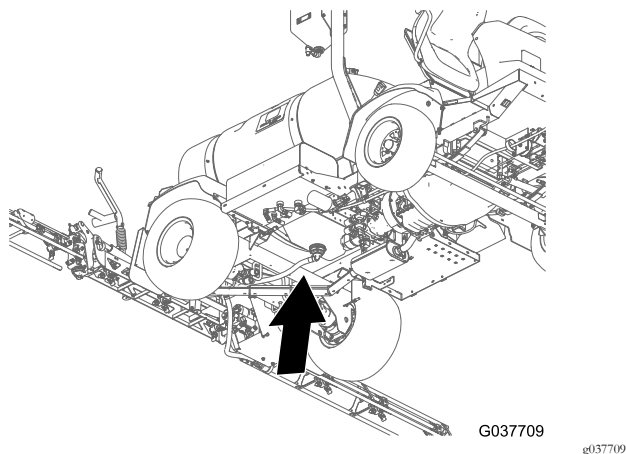
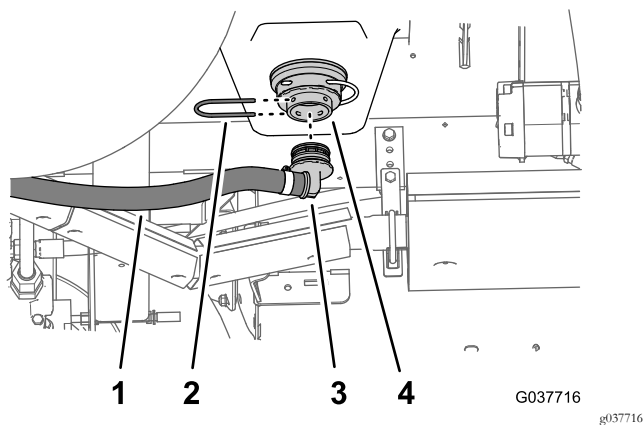

Bild 75
Bild 76
4. Befestigen Sie das 90°-Schlauchanschlussstück des Ablassschlauchs (2,5 cm x 67 cm) mit einem Adapteranschlussstück unten am Sprühbehälter (Bild 75 und Bild 76).
5. Befestigen Sie das 90°-Schlauchanschlussstück mit dem Halter (Bild 76), den Sie in Schritt 1 in Entfernen des